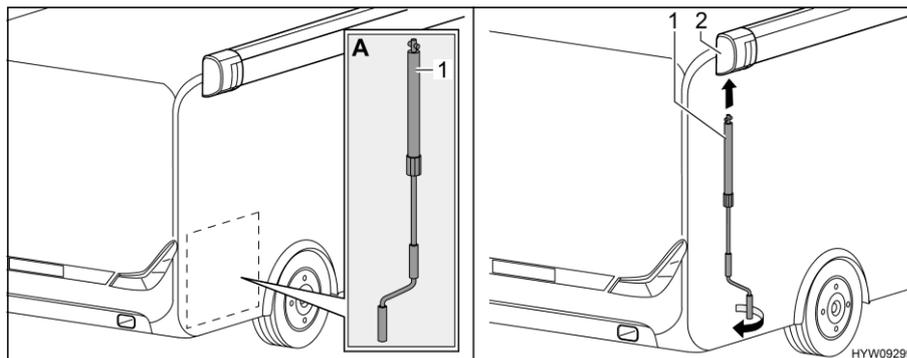

Fig. 32 Mettre la manivelle en place
- Prendre la manivelle (Fig. 32,1) dans le garage arrière (Fig. 32,A).
- Emboîter la manivelle dans la douille à baïonnette (Fig. 32,2) du store extérieur.